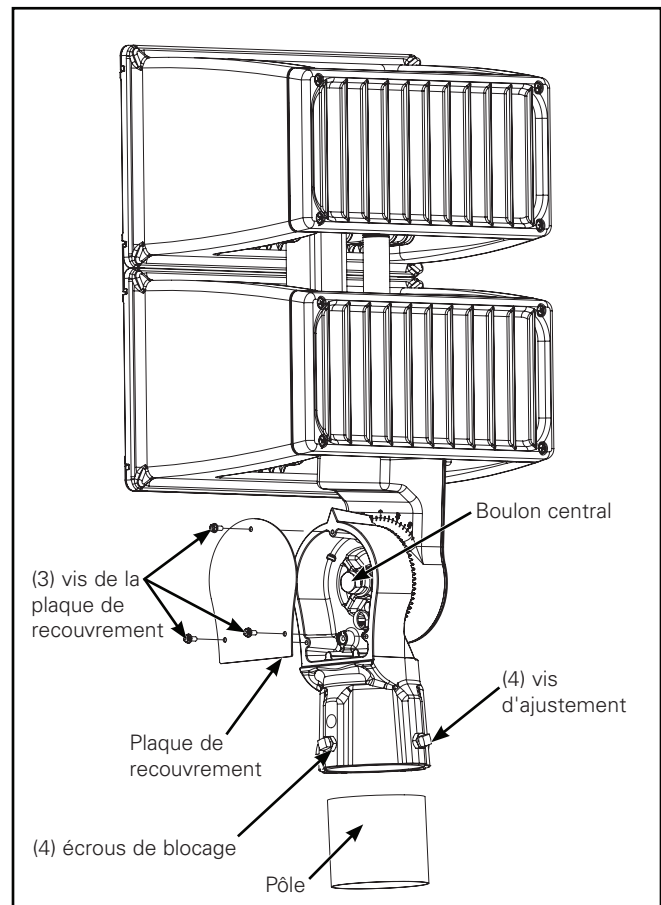

Figure 2
Montage sur splitfitter (Figure 2).
2. Retirez (3) vis de plaque de recouvrement et la plaque de recouvrement avec un tournevis cruciforme n° 2. (Figure 2).
6. Desserrez (4) vis d'ajustement et faites glisser le splitfitter à l'intérieur du pôle ou du support de montage.
7. Fixez le luminaire dans la position souhaitée et serrez (4) vis d'ajustement à un couple de 13,6 Nm (10 pi-lb). (Figure 2.)
8. Serrez les écrous de blocage à 20,3 Nm (15 pi-lb). (Figure 2).